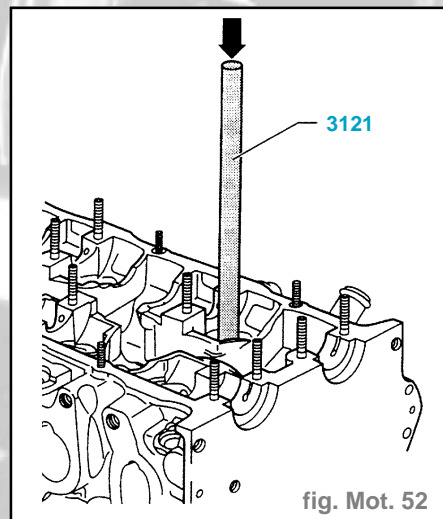

fig. Mot. 52
- A l'aide de l'éjecteur **3121**, extraire les guides de soupapes usés à partir du côté de l'arbre à cames (fig. Mot. 52).